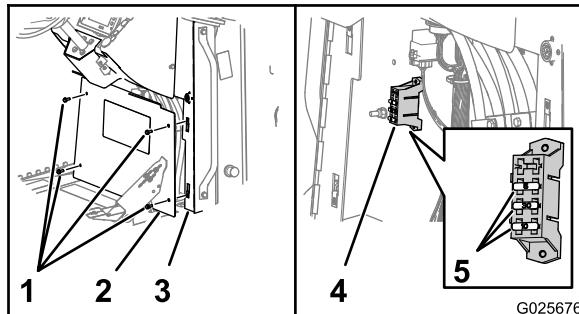

Figura 81
- Remova os 4 parafusos sextavados flangeados (5/16 x 3/4 pol.) que prendem a tampa ao console e remova a tampa (Figura 81).
- Localize o fusível aberto e substitua-o por um fusível do mesmo tipo e amperagem (Figura 81).
- Alinhe o orifício na tampa com os cliques de porca nos flanges do console (Figura 81).